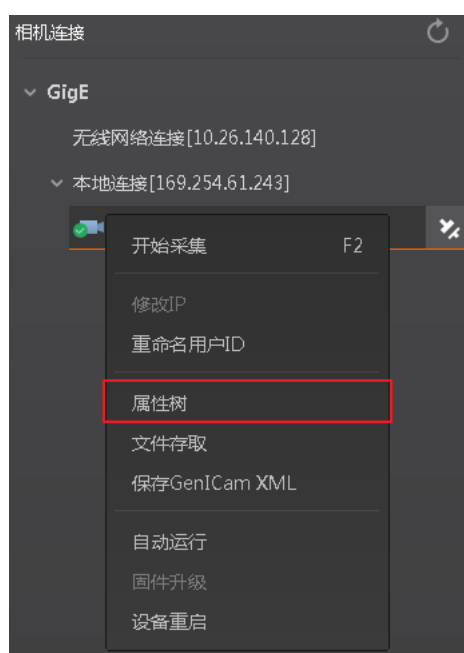

图4-3 进入属性树
5. 查看属性树：选中已连接读码器，在右键菜单中选择“属性树”可进入读码器的属性树，如图 4-3 所示。